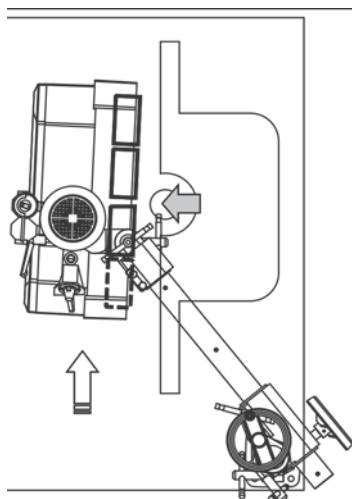

Fig. 24
- Faça deslizar os parafusos 2 x 40mm ao longo dos furos não roscados. (fig. 24)
Molduradora: (fig. 24)
Posição dos rolos em relação à lâmina (fig. 24)